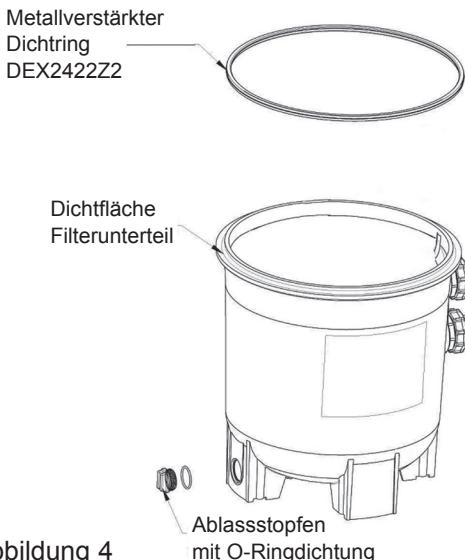
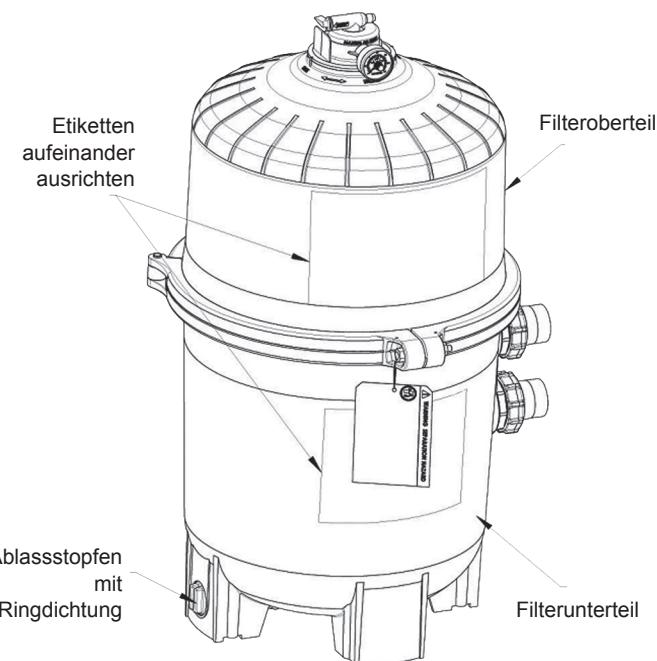

Abbildung 4
Abbildung 5
2. Filterableitung schließen. Hinweis: Der Filteranschluss muss mit einer O-Ringdichtung versehen werden (siehe Abb. 4).
4. Den Ablassstopfen (Abb. 4) abnehmen und das Wasser aus dem Filter ablassen.
2. Mit einem sauberen Tuch die Dichtfläche des Filterunterteils abwischen (Abb. 4). Kein Reinigungsmittel verwenden.
1. Den metallverstärkten Dichtring auf das Filterunterteil setzen (Abb. 4). Das Filteroberteil so auf den metallverstärkten Dichtring DEX2422Z2 von Hayward positionieren, dass alle Betriebs- und Sicherheitsetiketten klar lesbar sind und das Filteroberteil mittig auf dem Filterunterteil sitzt. Dann das Filteroberteil gleichmäßig fest andrücken. (Abb. 5)
2. Den Spannring um das Filteroberteil und Filterunterteil legen. Die Enden des Spannringes so positionieren, dass sie an die Betriebs- und Sicherheitsetiketten der beiden Filterteile angrenzen. (Abb. 5)